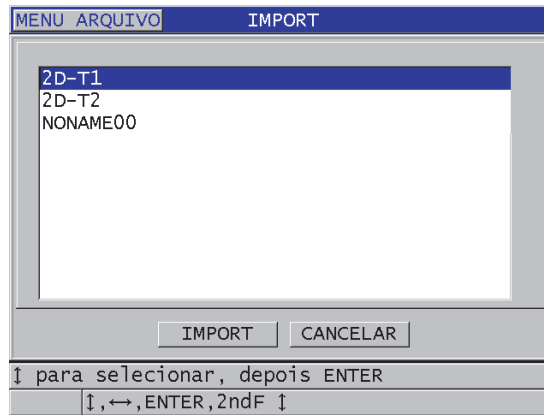

Figura 14-6 Exemplo da tela IMPORTAR
6. Na tela **IMPORTAR** (veja Figura 14-6 na página 272):